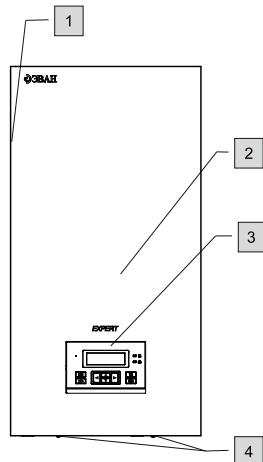

Рисунок 1. Внешний вид прибора.
4.2 Внешний вид прибора представлен на рис. 1.
- запрещается работа прибора при снятом кожухе (1) или панели лицевой (2) рис.1;